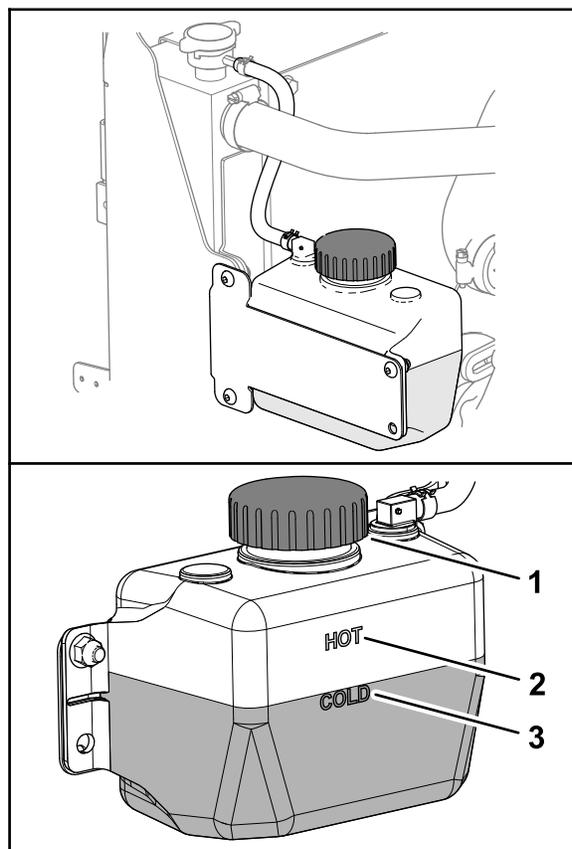

Figura 139
3. Controllate il livello di refrigerante nel serbatoio (Figura 139).